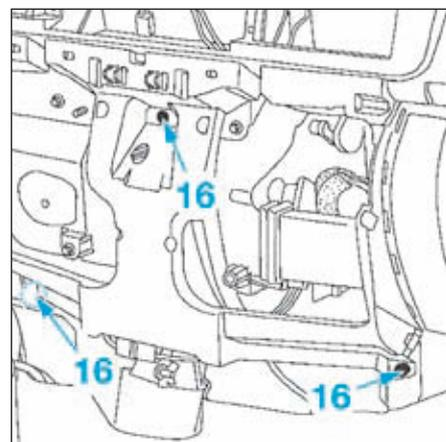

FIG.17
- Déposer les trois vis de fixation (16) (Fig.17).